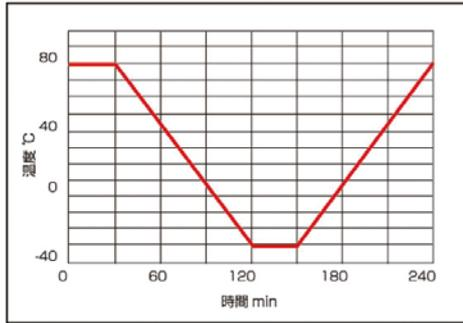

図1 温度サイクル：乗用車車体取り付け製品
- ・ 温度サイクル：図1の条件をランダム振動の1軸当たり5サイクル。